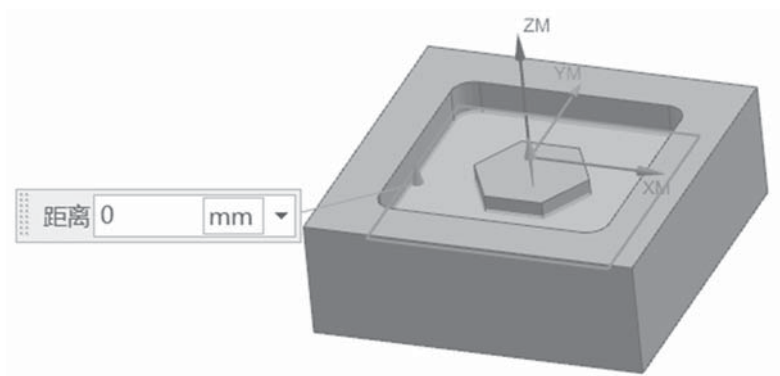

图 2-1-55 指定修剪边界
(4) 在“指定修剪边界”区域中单击图标，进入“平面”界面中，单击如图 2-1-55 所示的底面。单击“确定”按钮返回“平面铣”界面。在刀轨设置区域中的“切削模式”对